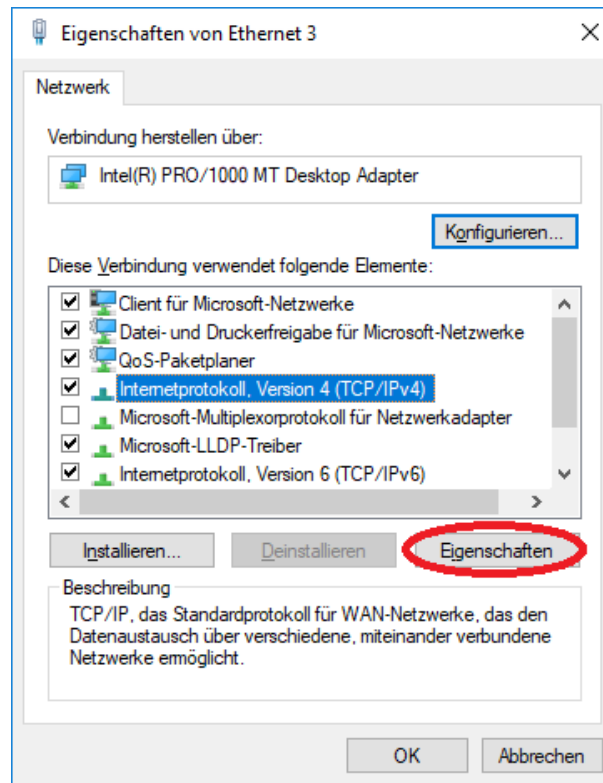

Abbildung 13: Internetprotokoll, Version 4 (TCP/IPv4)
4. Wählen Sie „Internetprotokoll, Version 4 (TCP/IPv4)“ aus und drücken Sie auf „Eigenschaften“ (vgl. Abb. 13).